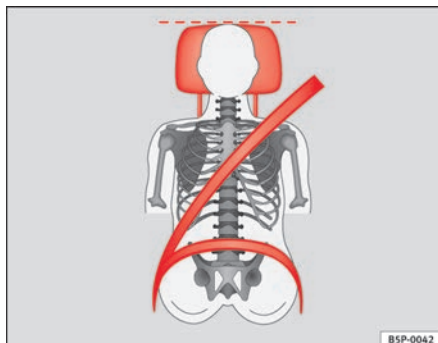
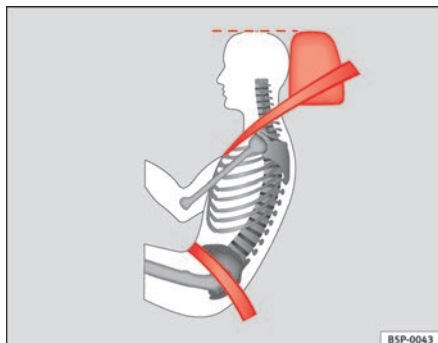

Abb. 3 Richtig eingestellte Kopfstütze von vorne betrachtet
Abb. 4 Richtig eingestellte Kopfstütze von der Seite betrachtet
- Stellen Sie die Kopfstützen so ein, dass sich die Oberkante der Kopfstütze möglichst auf einer Linie mit dem oberen Teil Ihres Kopfes, bzw. mindestens auf Augenhöhe befindet ⇒ **Abb. 3** und ⇒ **Abb. 4**.